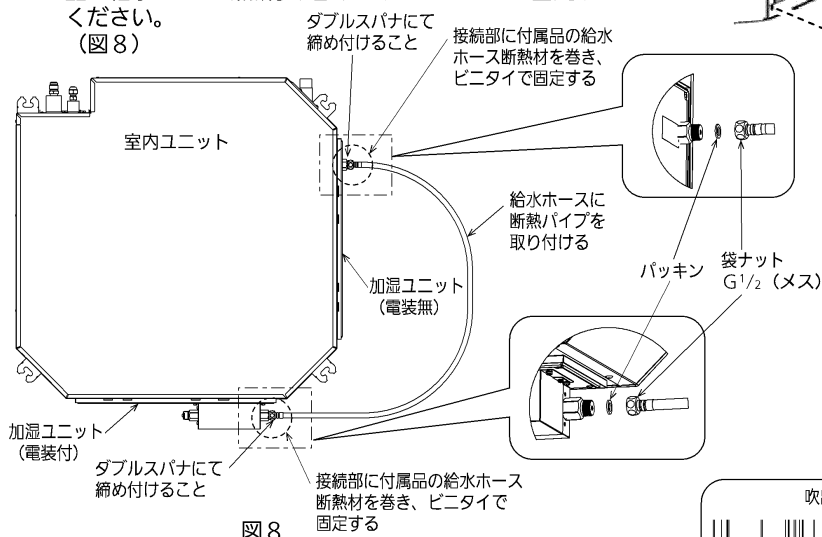

図8
7. 高加湿タイプは、加湿ユニットの給水連結口に付属の給水ホースを接続し、断熱パイプを取り付けてください。(図8)
8. 「4. 給水配管」にそって給水配管を接続して、接続部の水漏れがないことを確認し、給水ホースの接続部に付属品の給水ホース断熱材を巻きつけてビニタイで固定してください。(図8)